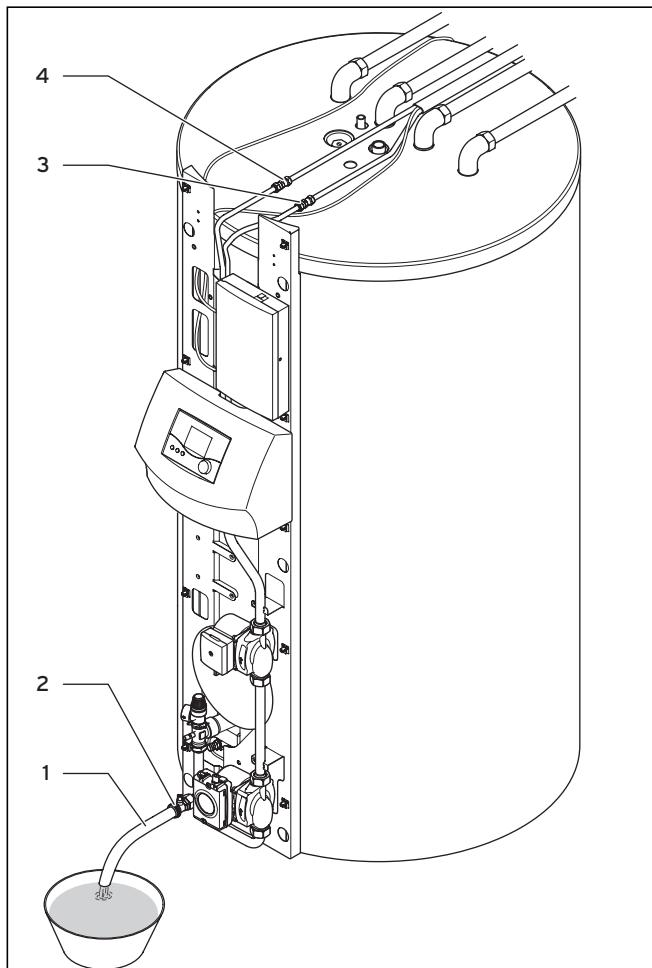

Abb. 8.3 Solarflüssigkeit ablassen
- Verbinden Sie nun wieder beide Verschraubungen zwischen der Solarspeichereinheit und Solar-Kupferrohr 2 in 1" (siehe Abbildung 8.3).